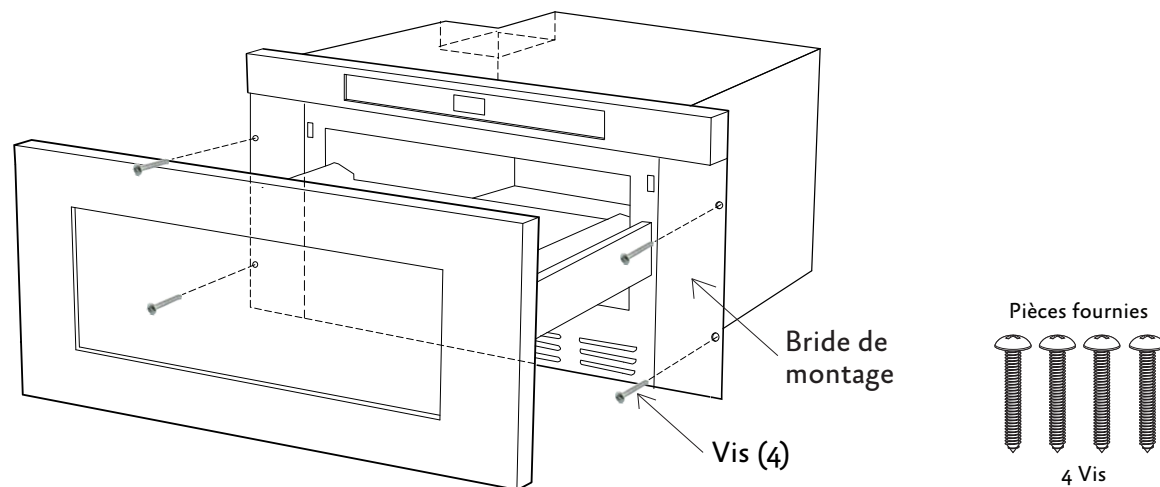

Figure 10. Bride de montage et vis
3. Faites coulisser le tiroir à fond jusqu'à ce que la bride de montage affleure la face de l'armoire. Voir la figure 10.